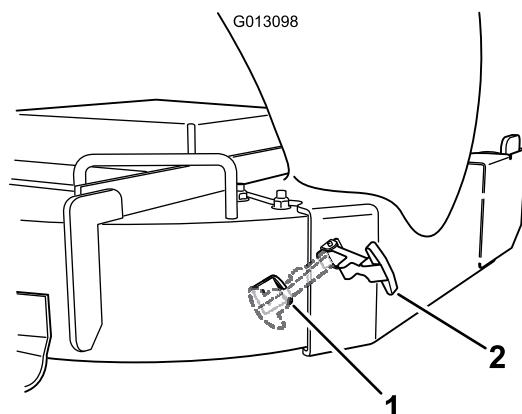

Figure 11
8. Accrochez le verrou flexible de l'éjecteur à l'agrafe de retenue qui est soudée à la paroi latérale du tablier (Figure 11).